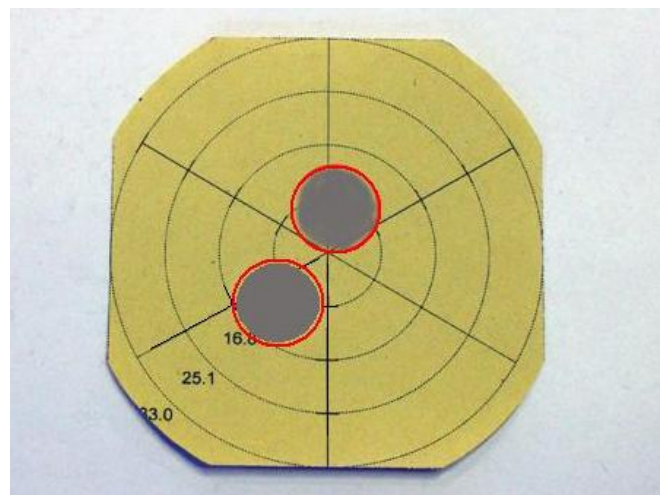

Abbildung 3
- es sind weniger als 3 Spraykeulen sichtbar (Abbildung 3)